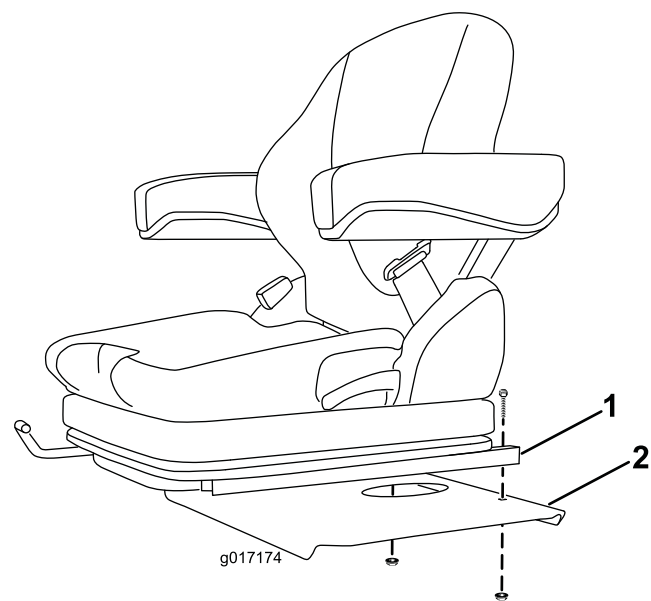

図 4
1. ボルトとフランジナットを使って、各シートスライドの後部をシートベースに取り付ける（図 4）。